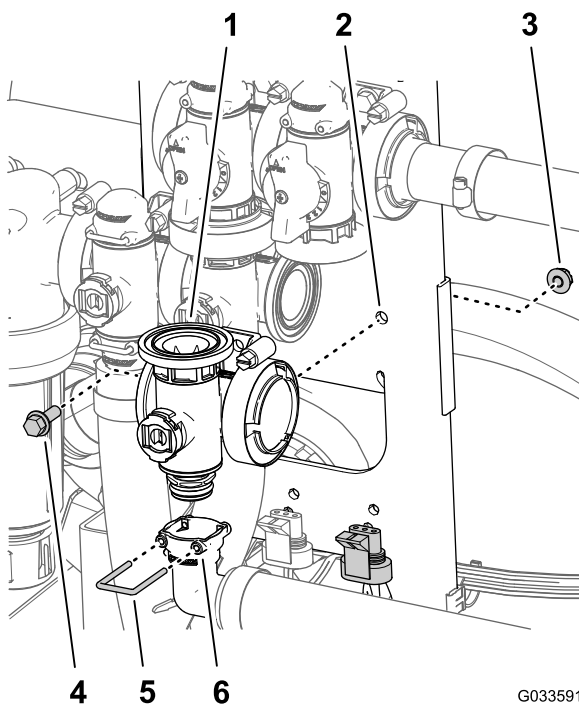

Figure 130
5. Alignez la douille du raccord de sortie à 90° et le coupleur au bas du collecteur de la vanne générale des rampes (Figure 130).
- Fixez le raccord de sortie au coupleur en insérant un étrier de fixation dans la douille du raccord de sortie (**Figure 130**).